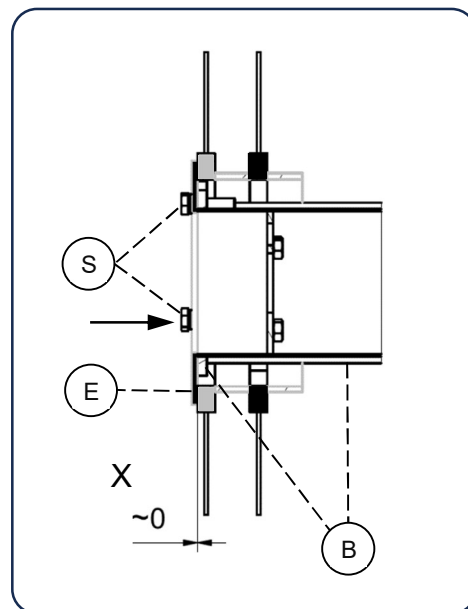

Bild.42
Steg 8, Bild.42: Placera täcklocket (E) på utsidan tillsammans med skruvarna (S). Drag fast skruvarna växelvis till spelet (X) blir 0mm och täcklocket når borsttrummans gavel (B).